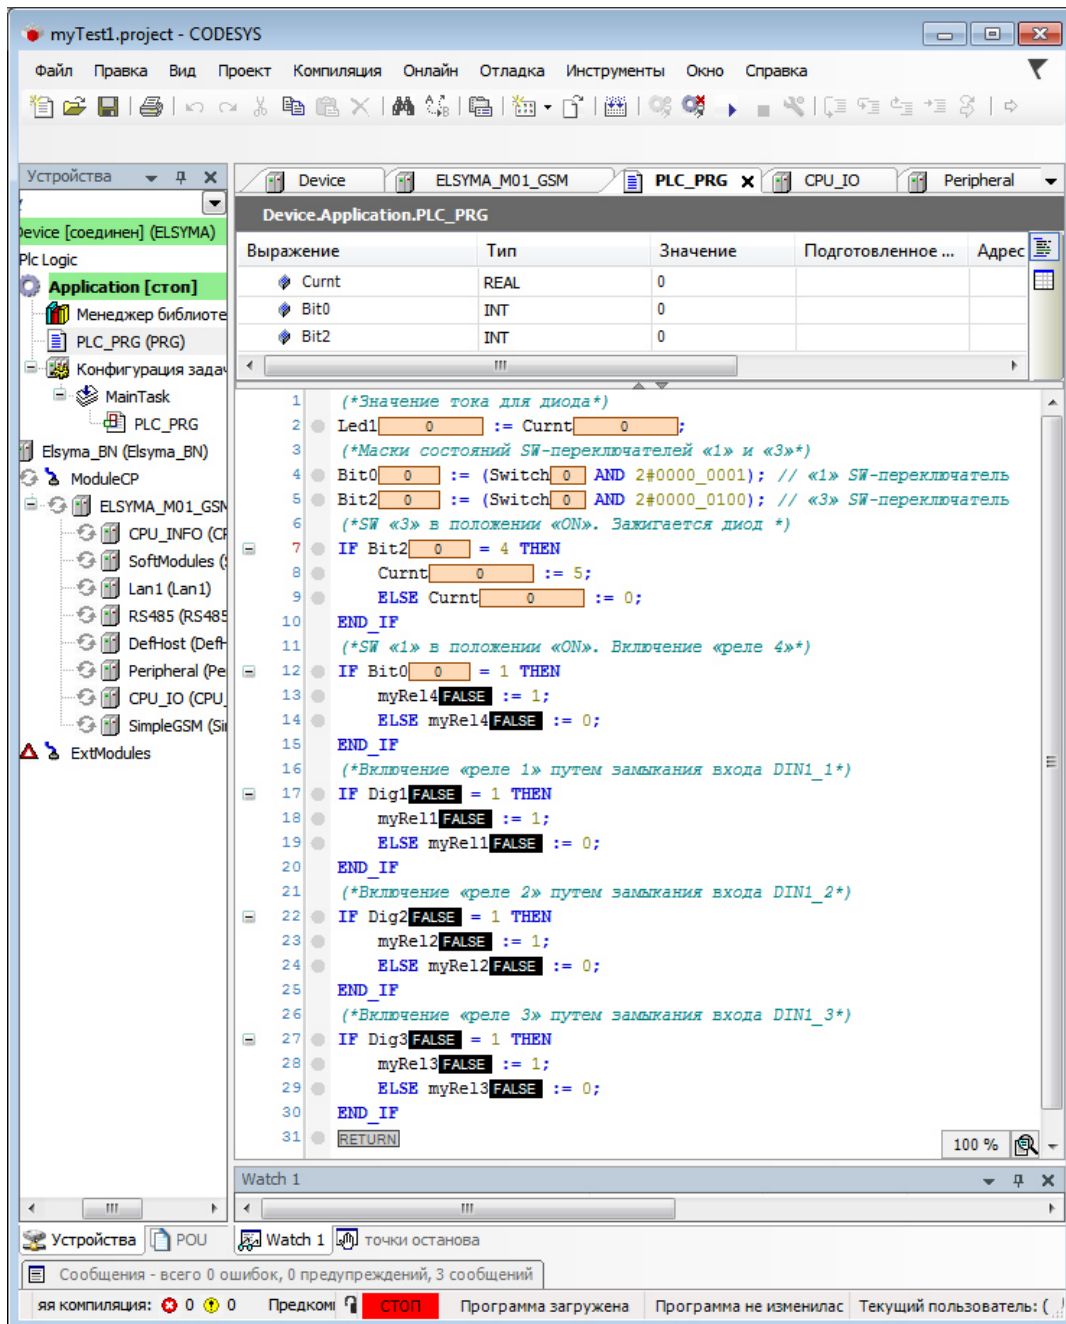

Рисунок 3.12 – Редактор POU. Загрузка задачи в контроллер
1. Перейти в редактор **POU** на закладку **PLC_PRG** и подключиться к контроллеру, выбрав команду **Логин** в меню **Онлайн** или нажав клавиши **[Alt]+[F8]**. На вопрос о загрузке задачи в контроллер следует нажать кнопку «Да». В строке статуса программы **CoDeSys** отображается состояние **СТОП** (рисунок 3.12).